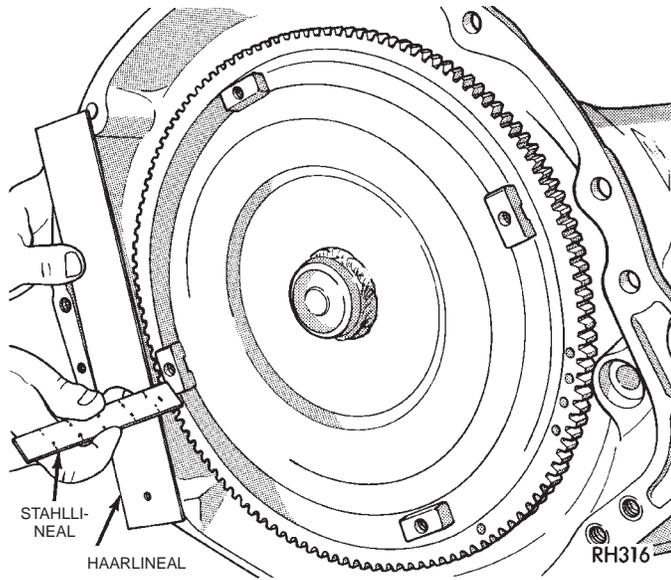

Abb. 18 Typische Methode zur Prüfung des Drehmomentwandlers auf korrekten Sitz
(1) Wandlernabe und Nabenkerben auf scharfe Kanten, Grate, Kratzer und Riefen prüfen. Nabe und Kerben mit Schleifpapier der Körnung 320/400 schleifen und ggf. mit Polierleinwand polieren. Die Nabe muß glatt sein, damit die Pumpendichtung beim Einbau nicht beschädigt wird.
(2) Wandlerantriebsnabe und Dichtlippe der Ölpumpendichtung mit Getriebeöl schmieren.
(3) Wandlerführungsnahe mit Getriebeöl schmieren.
(4) Drehmomentwandler und Ölpumpe ausrichten.
(5) Drehmomentwandler vorsichtig in die Ölpumpe einführen. Dann den Drehmomentwandler hin und her drehen, bis er vollständig in den Pumpenrädern sitzt.
(6) Drehmomentwandler mit Stahllineal und Haarlinal auf korrekten Sitz prüfen (Abb. 18). Bei korrektem Sitz muß der Abstand zwischen den Ansätzen am Wandler und dem Haarlinal 12,7 mm (1/2 Zoll) betragen.
(7) Drehmomentwandler provisorisch mit Schraubzwinde befestigen.
(8) Getriebe auf Getriebebock setzen und mit Sicherheitsketten sichern.
(9) Mitnehmerscheibe prüfen. Bei Ribbildung, Verzug oder Beschädigung die Mitnehmerscheibe austauschen. **Sicherstellen, daß die Getriebe-Paßstifte im Motorblock sitzen und weit genug**